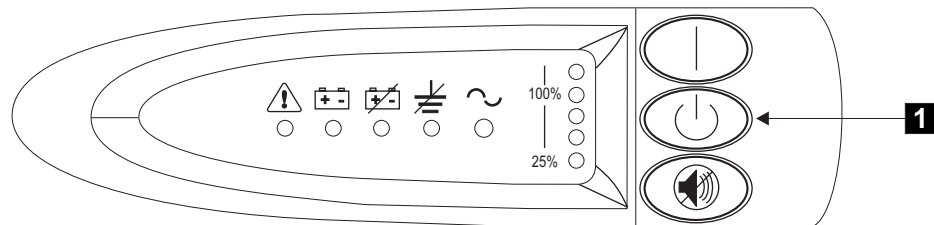

図 160. 2145 無停電電源装置のフロント・パネル・アセンブリー
1. 2145 UPS の前面のオフ・ボタン **1** を、約 5 秒間または長いビープ音が停止するまで押し続けます。図 160 を参照してください。